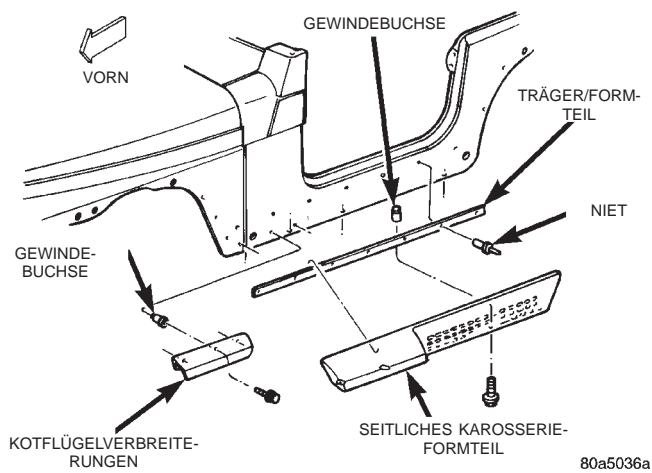

Abb. 13 Seitliches Karosserieformteil
(12) Je nach Ausstattung, Kabelbaum der Nebelscheinwerfer, Standleuchten und seitlichen Begrenzungsleuchten durch die Zugangsöffnung im Schottblech des Kotflügels herausziehen.
(13) Je nach Ausstattung, Ansatz der Kotflügelverbreiterungen und seitliches Karosserieformteil abbauen (Abb. 13).
(2) Vorratsbehälter der Scheibenwaschanlage ausbauen.
(3) Hupensteckverbinder abklemmen.
(4) Hupen ausbauen.
(5) Aktivkohlebehälter ausbauen.
(6) Befestigungsschrauben lösen, mit denen die ABS-Hydraulikeinheit (HCU) am Träger befestigt ist.
(7) Hydraulikeinheit sichern.
(8) Träger der Hydraulikeinheit ausbauen.
(9) Halterungen des Frontleuchtenkabelbaums am Kotflügel ausrasten.
(10) Hauptscheinwerfer-Steckverbinder abklemmen.
(11) Je nach Ausstattung, Kabelbaum der Nebelscheinwerfer, Standleuchten und seitlichen Begrenzungsleuchten durch die Zugangsöffnung im Schottblech des Kotflügels verlegen.
(12) Je nach Ausstattung, seitliches Karosserieformteil abbauen (Abb. 13).